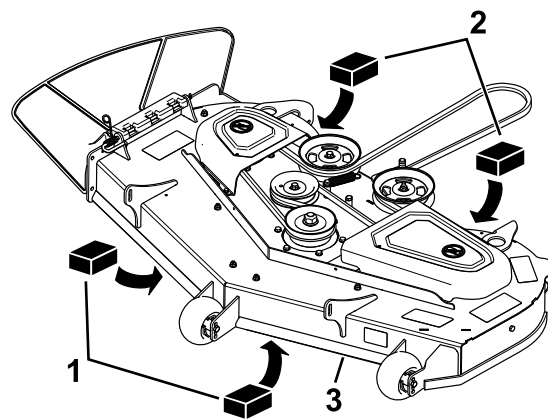

Figura 74
4. Posizionate 2 blocchi, ciascuno con uno spessore di 6,6 cm, sotto ciascun lato del bordo anteriore del piatto, ma non sotto le staffe del rullo anti-strappo (Figura 74).
5. Posizionate 2 blocchi, ciascuno con uno spessore di 7,3 cm, sotto il bordo posteriore della falda del piatto, 1 su ogni lato del piatto (Figura 74).